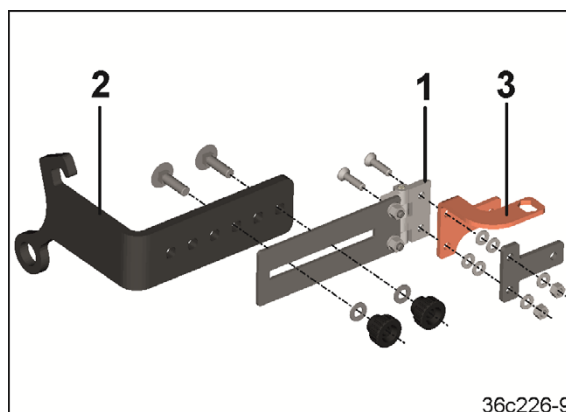

Рис. 109
3. Соедините среднюю часть (Рис. 109/1) с держателем верхней тяги (Рис. 109/2) и консолью (Рис. 109/3).